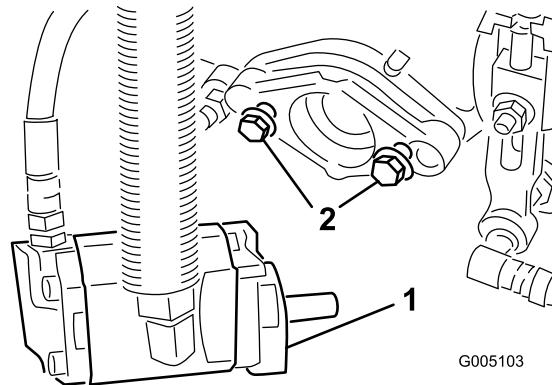

Figure 12
- Installez les boulons de montage du moteur d' entraînement des cylindres sur chaque plateau de coupe. Laissez dépasser approximativement 13 mm du filetage sur chaque boulon de fixation (Figure 12).
- Resserrez les boulons de montage (Figure 12).